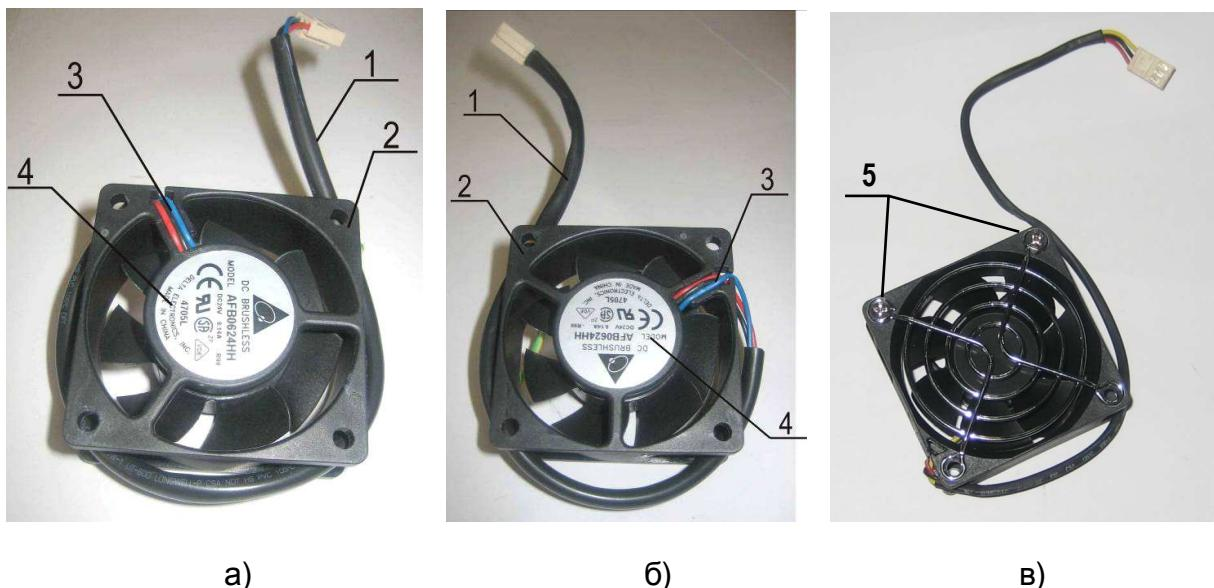

Рис. 7.8
7.4.1. Уложить кабели вентиляторов В1 и В2, как показано на рис. 7.8а и б.
7.4.2. Прикрутить к вентиляторам двумя винтами вентиляционные решетки (рис. 7.8в).